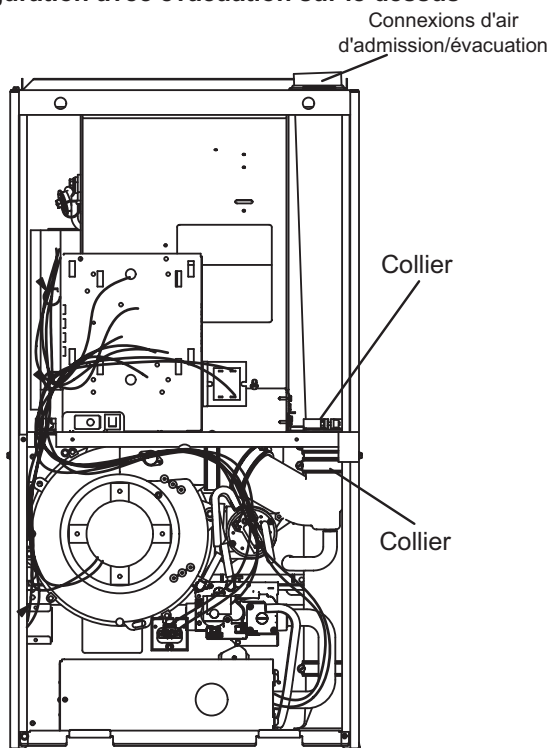
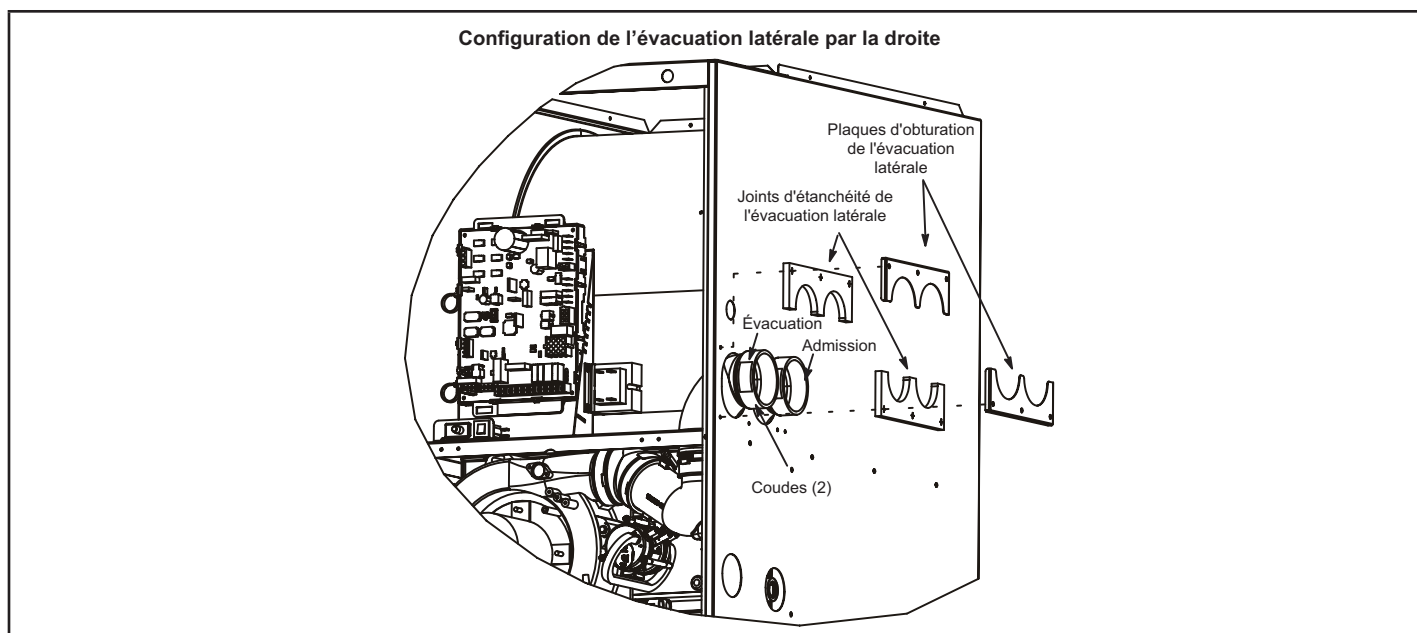

FIGURE 20
FIGURE 23
Le EL297DFEK est livré avec un raccord d'évacuation/d'admission d'air au niveau du capuchon supérieur. Reportez-vous à la FIGURE 20. À l'aide des pièces fournies, l'appareil peut être modifié sur place pour que ces connexions soient situées sur le côté droit de l'enceinte. Reportez-vous à la FIGURE 23 et suivez les étapes ci-dessous. Pour l'évacuation du côté gauche, commandez l'ensemble 87W73.
- 2 - Desserrez les colliers qui fixent les raccords en caoutchouc aux tuyaux en PVC blanc à l'intérieur de la zone du vestibule. Reportez-vous à la FIGURE 20.
- 3 - Desserrez le collier qui fixe les tuyaux au support du ventilateur. Reportez-vous à la figure 20.
- 11 - Retirez la protection des (2) joints d'étanchéité de l'évacuation latérale et appliquez-les sur les (2) plaques d'étanchéité de l'évacuation latérale comme illustré à la FIGURE 23.
- 12 - Installez les plaques d'étanchéité de l'évacuation latérale et les joints sur l'extérieur de l'enceinte, comme illustré à la FIGURE 23. Fixez avec six vis (quatre réutilisées et deux fournies dans le sac). Les trous sont prépercés dans les pièces et l'enceinte, aucun perçage n'est nécessaire.